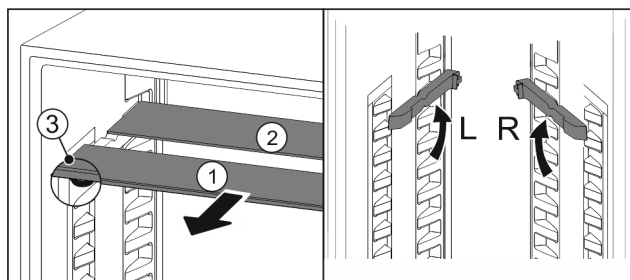

Fig. 94
- Izvucite Fig. 94 (1) staklene ploče jednu po jednu prema naprijed.
- Staklena ploča Fig. 94 (1) s ukrasnom letvicom nalazi se sprijeda.
- Zaustavljači Fig. 94 (3) su usmjereni prema dolje.